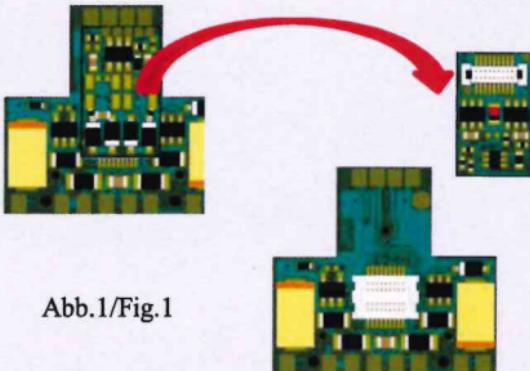

Abb.1/Fig.1
2. Den Gleichstromstecker aus der NEXT18 digitalen Schnittstelle der Lok herausziehen (Den Stecker gut aufheben! Damit lässt sich bei evtl. späteren Fehlern feststellen, ob ein Fehler in der Lok oder im DCC-DECODER vorliegt). Bitte siehe Abb.1
2. Pull out the D.C. plug from the NEXT18 digital connector port in the loco (retain the removed plug for later issues. If an error occurs later, it will be easier to discover whether the error is caused by the loco or by the DCC-DECODER). Please see Fig.1